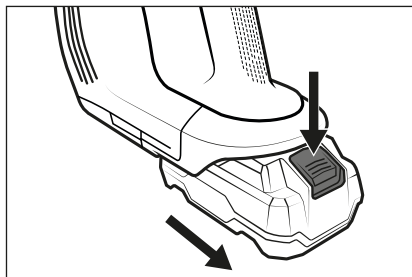

Fig. 13
- ◆ Para desmontar la batería **2** del aparato, mantenga pulsado el botón de desencastre de la batería **1** y tire de la batería **2** para extraerla del aparato (consulte la fig. 13).